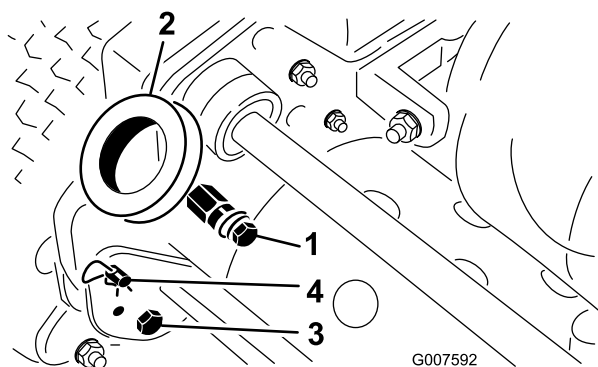

図 2
1. 機体両側の取り付けピンから、ボルト、ワッシャ、ロックワッシャを取り外す（図 2）。
2. ハンドル・アームの下部を機体両側に固定しているボルトとロックナットを取り外す（図 2）。
3. ハンドル・アームをフレーム後部に固定しているヘアピン・コッターとリング・ピンを取り外す（図 2）。
4. ハンドルの各端をハンドルアームの穴に差し込み、取り付けピンとハンドルの穴を整列させる（図 2）。
1. 機体左右のリング・ピンからヘアピン・コッターを抜き取る（図 2）。
2. ハンドルを支えながら、左右のリング・ピンを抜き、ハンドルを希望の高さにセットする（図 2）。